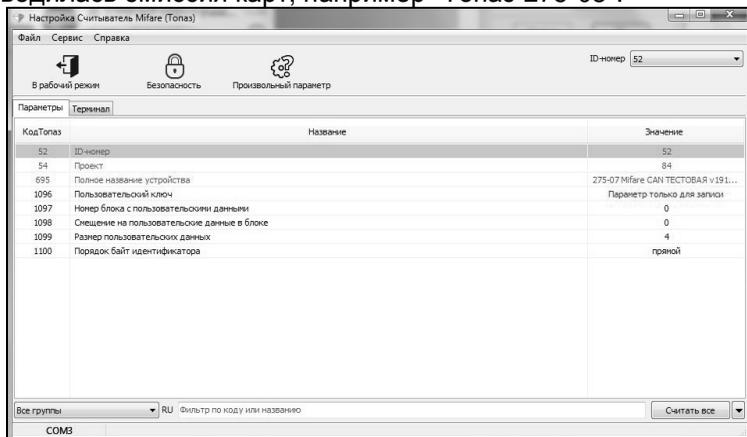

Рисунок 15
10.8.3. На вкладке "Параметры" (рисунок 15) просмотреть и при необходимости изменить параметры считывателя: значения координат области считывания (параметры 1097, 1098 и 1099), а так же порядок байт и пользовательский ключ на чтение. Значения данных параметров должны быть настроены аналогично считывателю, на котором производилась эмиссия карт, например "Топаз-275-03".